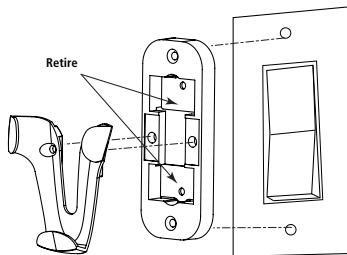

Figura 9b
1. Rompa las dos pestañas empujándolas hacia fuera. Vea la Figura 9b.
3. Oriente el portacontrol como se muestra en la Figura 9b. Coloque en alineamiento los dos agujeros más externos de montaje con los agujeros en el interruptor. Inserte los tornillos pero no los apriete demasiado.